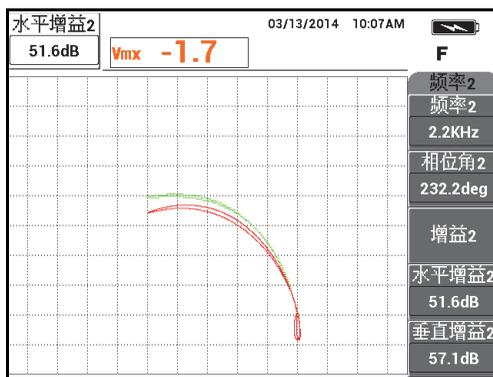

图 5-125 调节频率 2 信号的水平波幅
15. 再按两下增益键 (**dB**)，然后降低频率 2 信号 (红色) 的水平波幅，直到它正好延伸到平衡点左侧的 5 个分区 (参见第 201 页的图 5-125)。